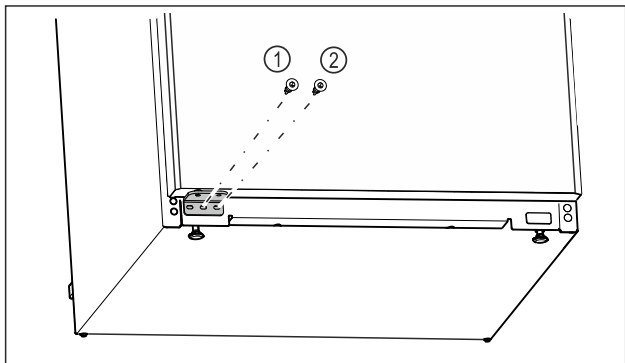

Fig. 18
- ▶ Затягніть середній гвинт опорного кронштейна Fig. 18 (1) за допомогою викрутки Torx 20.
- ▶ Затягніть внутрішній гвинт опорного кронштейна Fig. 18 (2) за допомогою викрутки Torx 20.